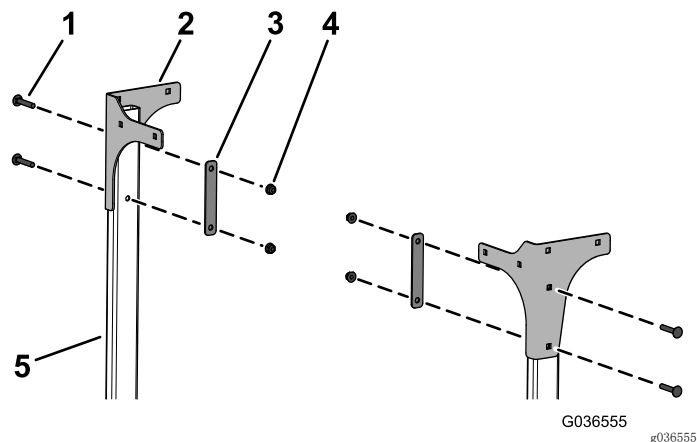

图8
7. 如图8所示, 用 4 个托架螺栓 (5/16 x 1 1/4 英寸)、2 个支撑板和 4 个凸缘螺母 (5/16 英寸) 将左、右后安装板松松地安装到支撑管上。